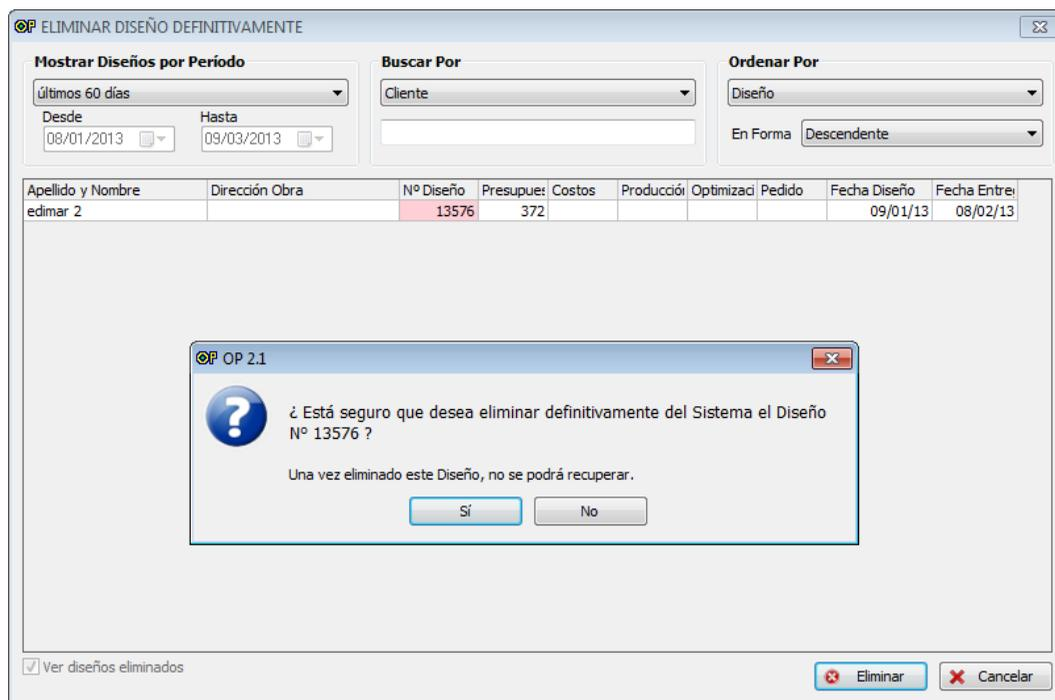

Figura 4.6 – Eliminar Diseño Definitivamente
*Elimina* de manera permanente un Diseño. Al hacer clic en esta opción, se presenta un formulario detallando los Diseños eliminados temporalmente. Para eliminar un Diseño, seleccionarlo y presionar la tecla *ENTER* o seleccionar el Diseño y presionar el botón *Eliminar Diseño* (Figura 4.6). Aparece una alerta para confirmar la eliminación.